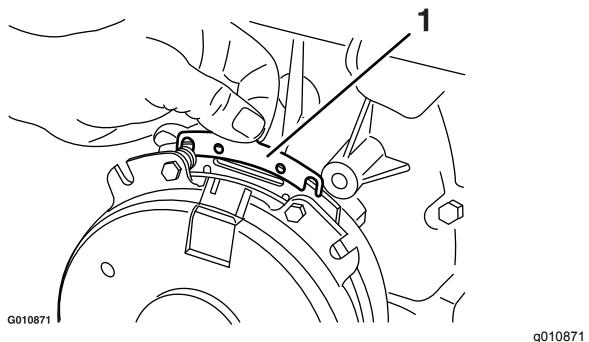

**Figure 77**
- A. Desserrez les deux boulons de montage de frein d'un demi à un tour complet, comme montré à la Figure 77.